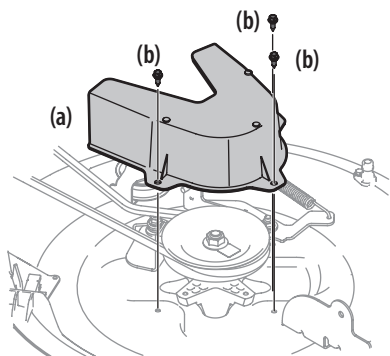
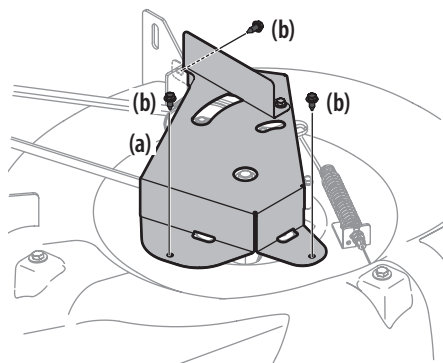

Figura 32
Figura 33
- Extraiga la cubierta de la correa de la plataforma (a), para lo cual deberá retirar los tres pernos hexagonales (b) que la sujetan. Consulte la Figura 32 para plataformas de 30" y la Figura 33 para plataformas de 24".